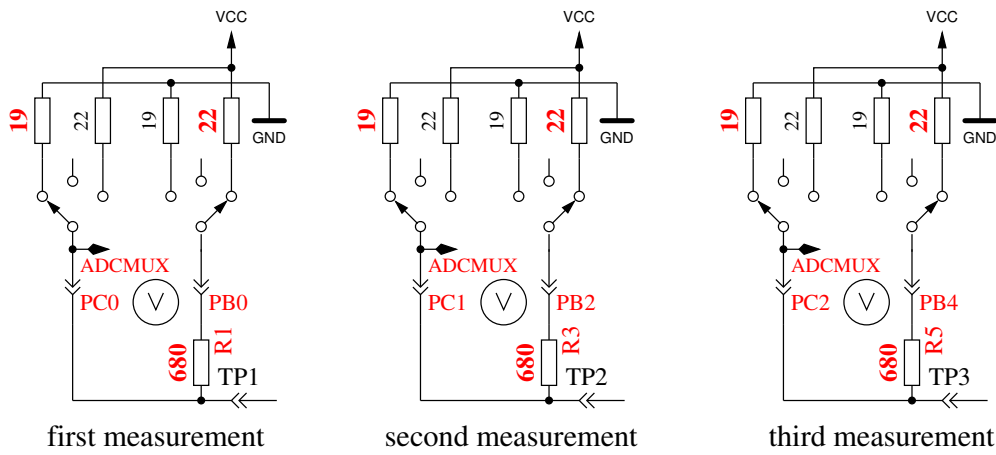

Abbildung 5.57. Messung des Innenwiderstandes von auf GND geschalteten Port-C-Ausgängen.
5. Dieser Schritt testet die **Fähigkeit von mit GND (-) verbundenen 470kΩ-Widerständen (H) die Testpins auf GND zu ziehen**. Zeile 1 zeigt den Text „RH-“. Zeile 2 sollte für alle drei Pinne Null mV anzeigen.
6. Dieser Schritt testet die **Fähigkeit von mit VCC (+) verbundenen 470kΩ-Widerständen (H) die Testpins auf VCC zu ziehen**. Zeile 1 zeigt den Text „RH+“. Der bestmögliche mV Wert für die drei Messungen wäre 0 in Zeile 2, da die Diffenz zu VCC dargestellt wird. Große Abweichungen vom Idealwert für Schritt 5 und 6 sind Fehler wie Isolations-Problem, Flussmittelreste oder beschädigter Port.
8. **Messung des Innenwiderstandes eines auf GND geschalteten Ausgangs.** Dieser und die folgenden Schritte werden nur bei gewählter AUTO_CAL Option durchgeführt. Die internen Port C Widerstände von auf GND (-) geschalteten Ausgängen werden mit dem Strom der nach VCC (+) geschalteten 680Ω Widerstände gemessen, siehe Abbildung 5.57. Es werden nur die drei Pins des ADC-Ports vermessen, die Widerstands-Ports PB0, PB2 und PB4 können nicht ohne Veränderung der Hardware gemessen werden. Es wird angenommen, dass die Portwiderstände von unterschiedlichen Ports nahezu identisch sind. Der Widerstandswert wird im nächsten Schritt mit ausgegeben.